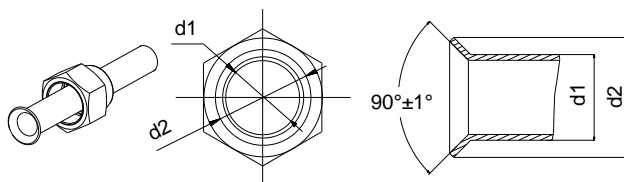

Рис. 4.9
- (1) Обрежьте трубу труборезом и удалите заусенцы римером.
- (2) Во время работы направьте трубку отрезом вниз, чтобы предотвратить попадание мусора и обрезанных римером обрезков в трубку.
- (3) Снимите конусные гайки со штуцеров подключения наружного блока и со штуцеров внутреннего блока, или возьмите их из комплекта принадлежностей. Затем оденьте гайки на соединительные трубы и выполните вальцовку концов соединительных трубопроводов с помощью развальцовки.
- (4) Убедитесь, что конус в результате вальцовки получился ровный, с гладкой поверхностью, без трещин (рис. 4.9).